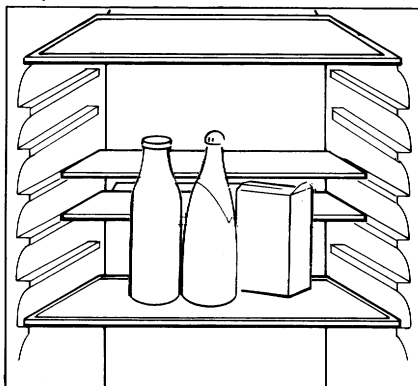

Fig. 13
- ☐ Verwijder het voorste deel van de halve glazen plaat en plaats het ergens anders (**Fig. 13**). Hierdoor wint u ruimte, waardoor u hoge verpakkingen op de onderstaande plaat kunt zetten.